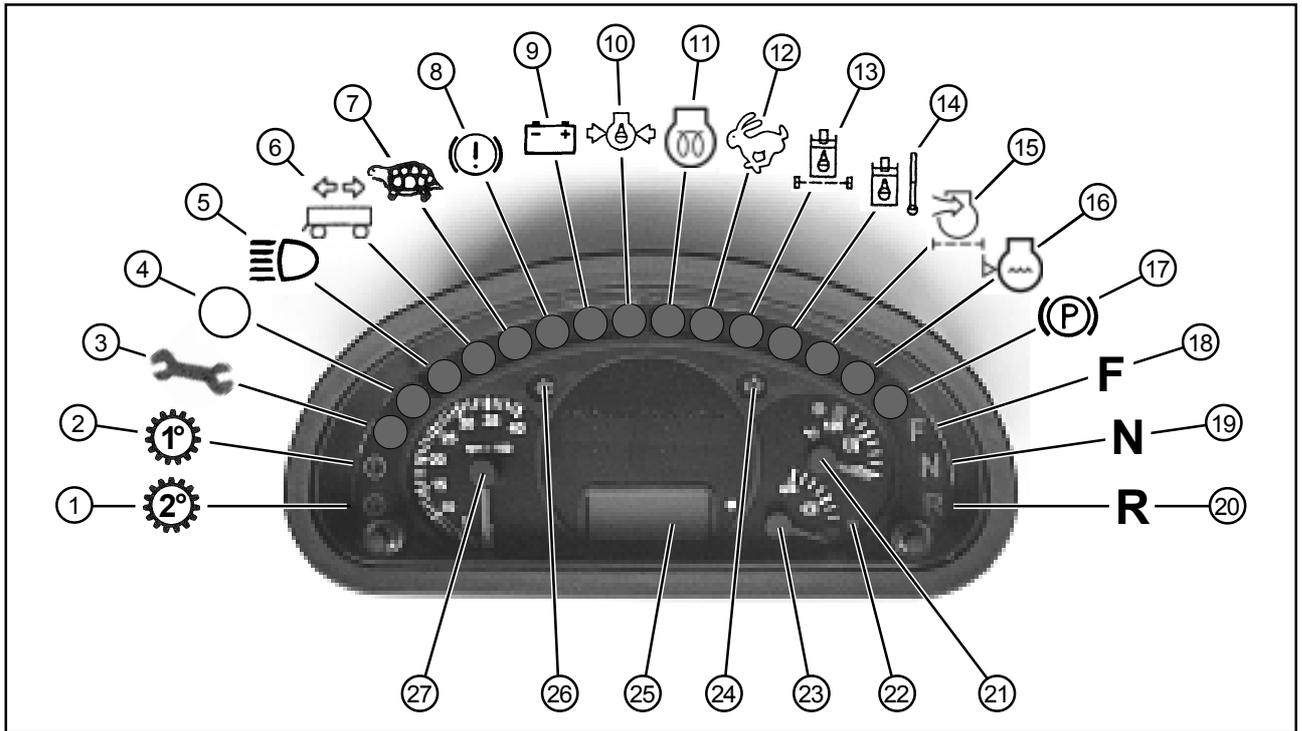

Fig. 4-8
- 1 - Tableau multifonctions (Fig. 4-8)